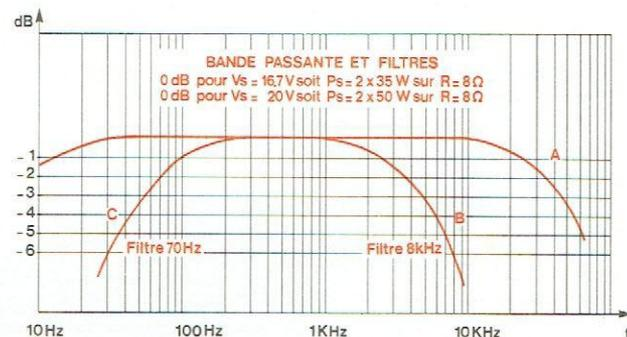

Fig. 11
10 Hz et 40 kHz à - 3 dB Fig. 11 - courbe A
- 6 dB à 8 kHz Fig. 11 - courbe B
- 3 dB à 70 Hz Fig. 11 - courbe C